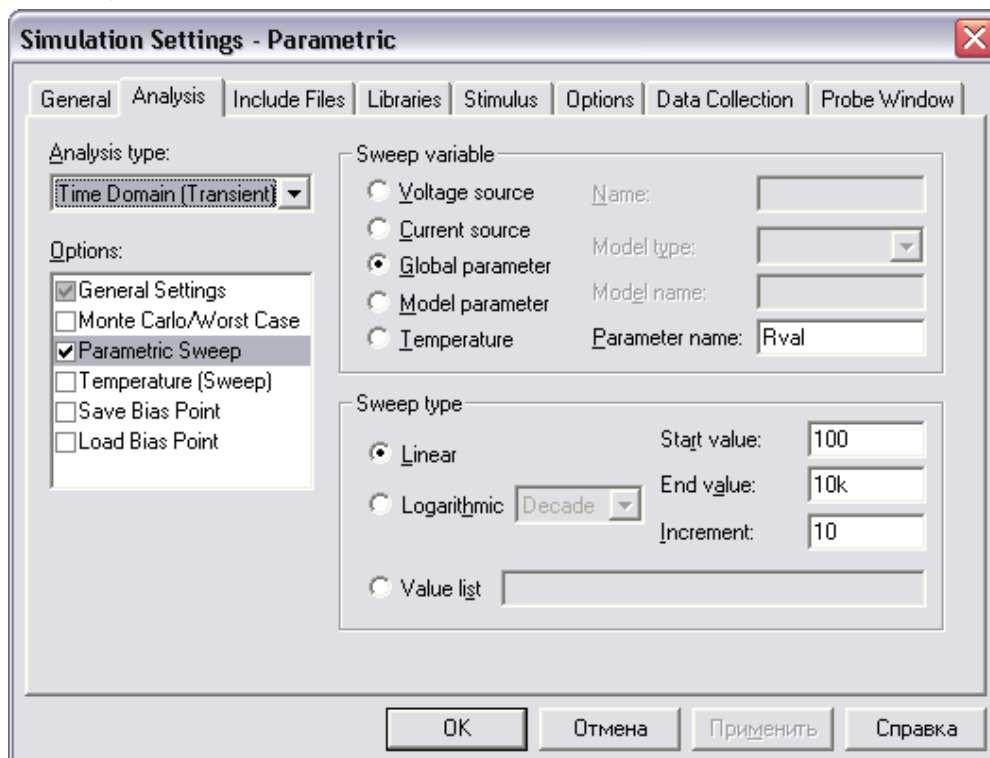

Рисунок 6.8 – Діалогове вікно New Simulation
- з меню PSpice Capture вибрати New Simulation Profile. З'явиться діалогове вікно New Simulation (рис. 6.8);